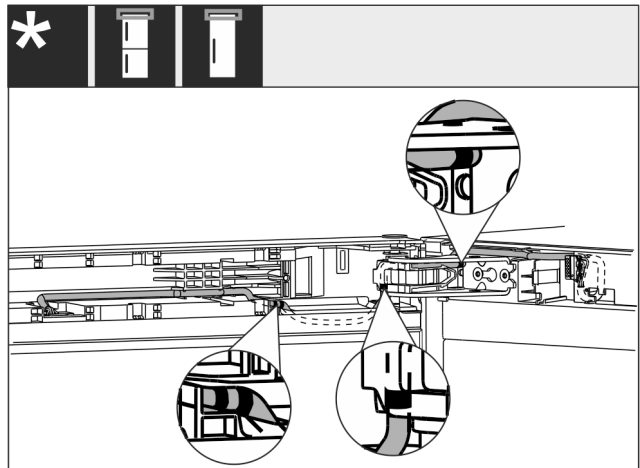

Fig. 37
- Kabeļa izvietošana ir tāda, kā parādīta attēlā Fig. 37 (1).